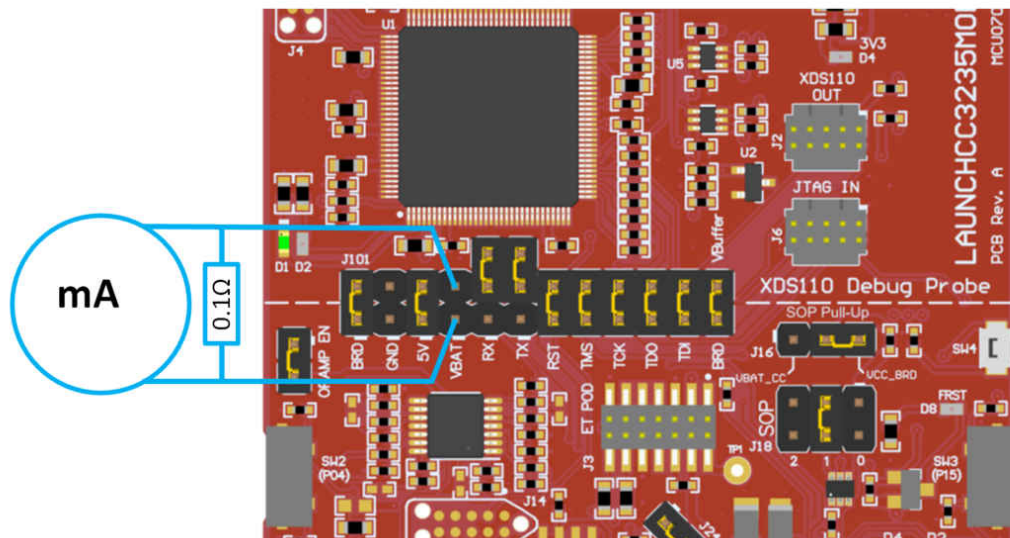

图 4-3. 有功电流测量
1. 拆下 VBAT 跳线 (J18), 如图 4-3 所示。